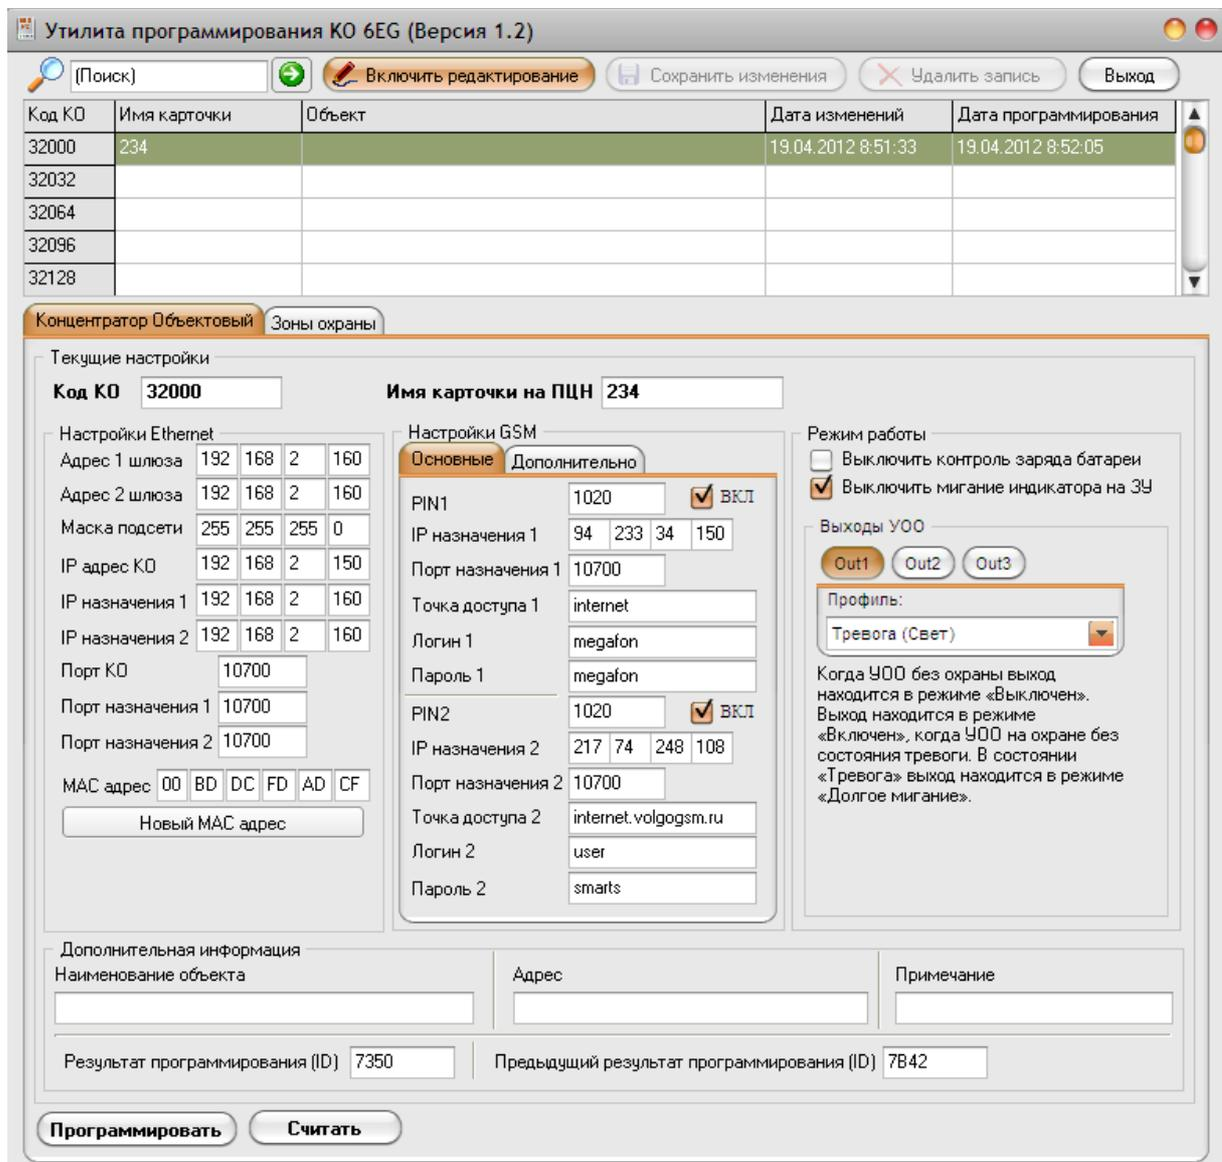

Рисунок 1. Окно конфигурационной программы «ProgKO_6EG.exe» для УОО 6EGM с зонной постановкой.
6.4. Для программирования УОО с версией АИДВ.03425 – 1 (с зонной постановкой) на компьютере запустите утилиту «ProgKO_6EG.exe» (рисунок 1).